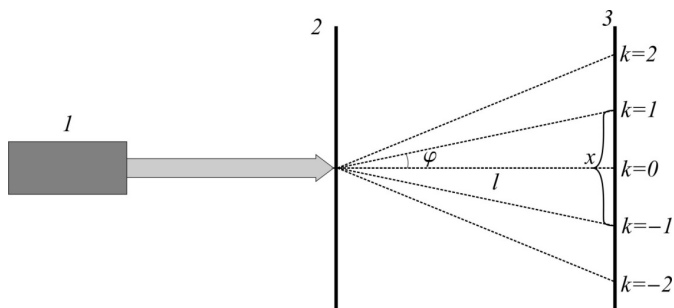

Рис. 17
В установку (рис. 17) входят лазер 1, установленный на одном конце рельса, экран 3 – на другом. Лазер является источником монохроматических когерентных световых лучей. Между лазером и экраном устанавливается дифракционная решетка 2. Решетка устанавливается таким образом, чтобы плоскость решетки оказалась перпендикулярной падающему на нее световому пучку.
1. Расположите приборы так, как показано на рис. 17.